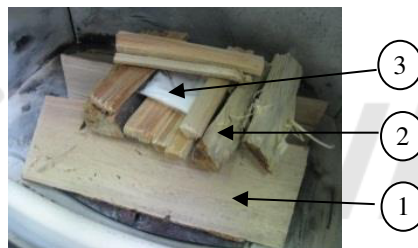

Fig. 7: vor dem Anzünden
- Legen Sie 2 - 3 Stück Scheitholz (Buche, Eiche, Birke) unten quer in den Feuerraum (*siehe Fig. 7 – (1)*). Darüber kommt das fein gespaltene Weichholz (2). Darauf legen Sie in die Mitte eine Anzündhilfe (3) und zünden diese an. Verwenden Sie **niemals** Benzin, Spiritus o.ä. zum Anzünden!